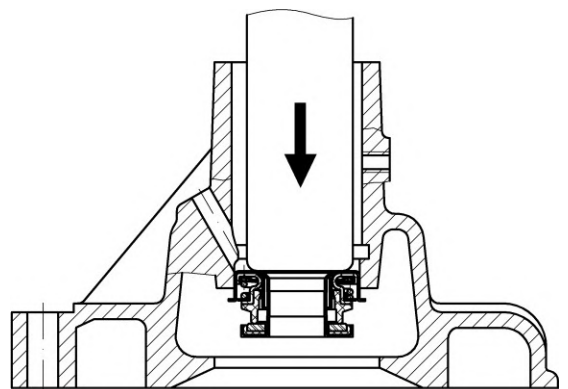

Abb. 113. Auspressen der Dichtung der
- Die Dichtung aus dem Gehäuse herausdrücken (Abb. 113).